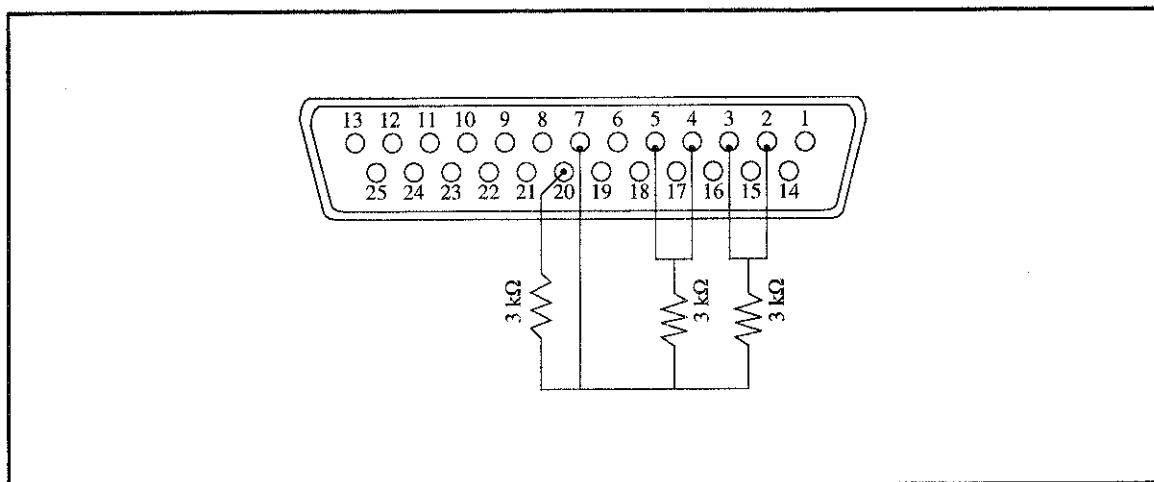

図 14-2 RS-232 チェック回路
- [図 14-2 RS-232 チェック回路] に従って、コネクタの接続を行います。